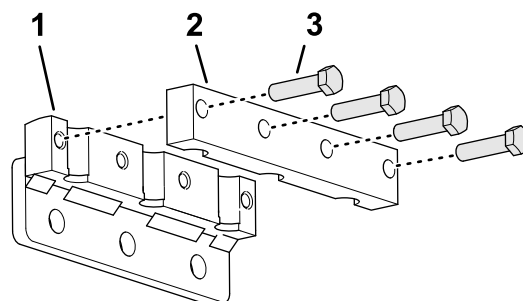

Figura 40
1. Instale provisionalmente la abrazadera de taladros al portataladros (Figura 40) con 4 pernos (3/8" x 1 1/2"). No apriete los pernos.